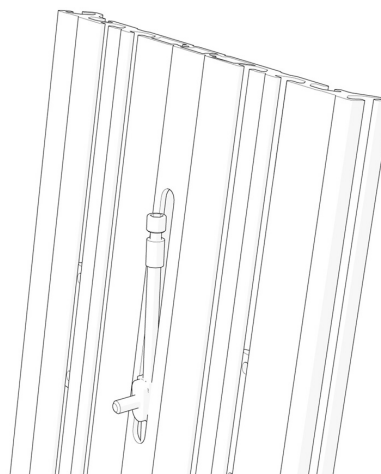

Bild 102. Gänga ner justerstången tillräckligt mycket för att kunna bända upp den ur spåret på ryggstödsprofilen.
9. Gänga ner justerstången tillräckligt mycket för att kunna bända upp den ur spåret på ryggstödsprofilen. Se bild. 102